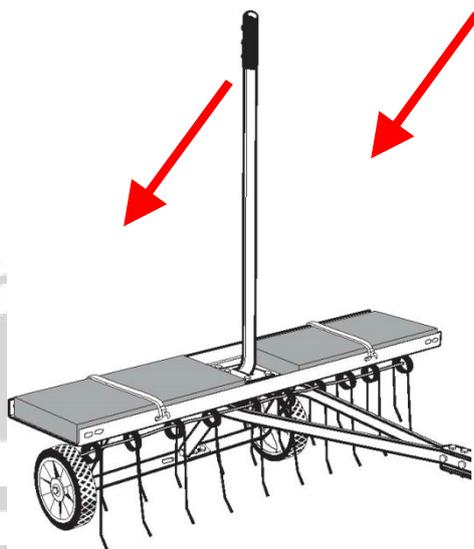

Abb. 6
6. Sollte der Rasenrechen während der Fahrt springen/hüpfen, sollten Sie etwas Gewicht auf der Hauptplatte befestigen. (**Abb. 6**)